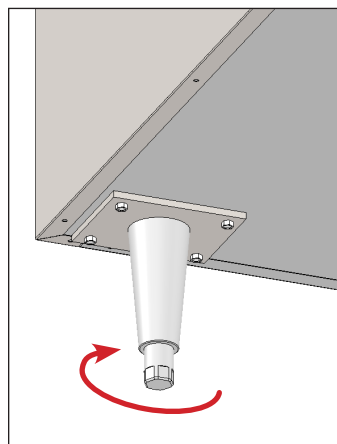

Fig. 2. Gire el vástago inferior para nivelar el gabinete.
6. Si la unidad no está nivelada, levántela con suavidad y apoye el extremo inferior. Use una llave ajustable para ajustar el vástago inferior del pie de nivelación y así nivelar la unidad. Véase la fig. 2.